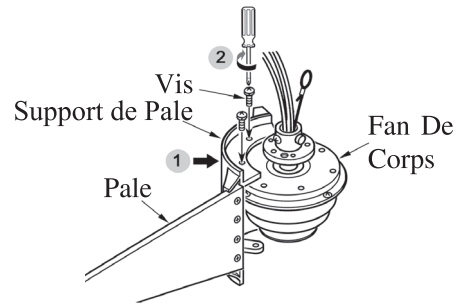

FIG.2
2. Fixez chaque ensemble de pales au corps du ventilateur à l'aide des vis des supports de pale. Serrez-les soigneusement. (Voir fig.2)